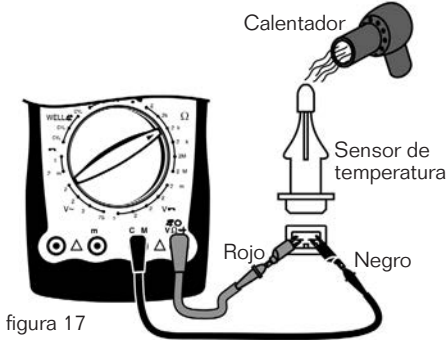

figura 17
2. Sensor de temperatura (ver Figura 17)